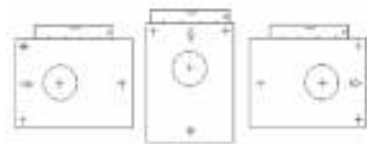

Рис. 2
- Используя строительный уровень, приложите к стене шаблон для монтажа в правильном положении, которое зависит от выбранного вами расположения прибора на стене (смотри п. "Правила размещения"), как показано на Рис.2, и наметьте на стене центр канала воздуховода и крепежные отверстия. Уберите монтажный шаблон.